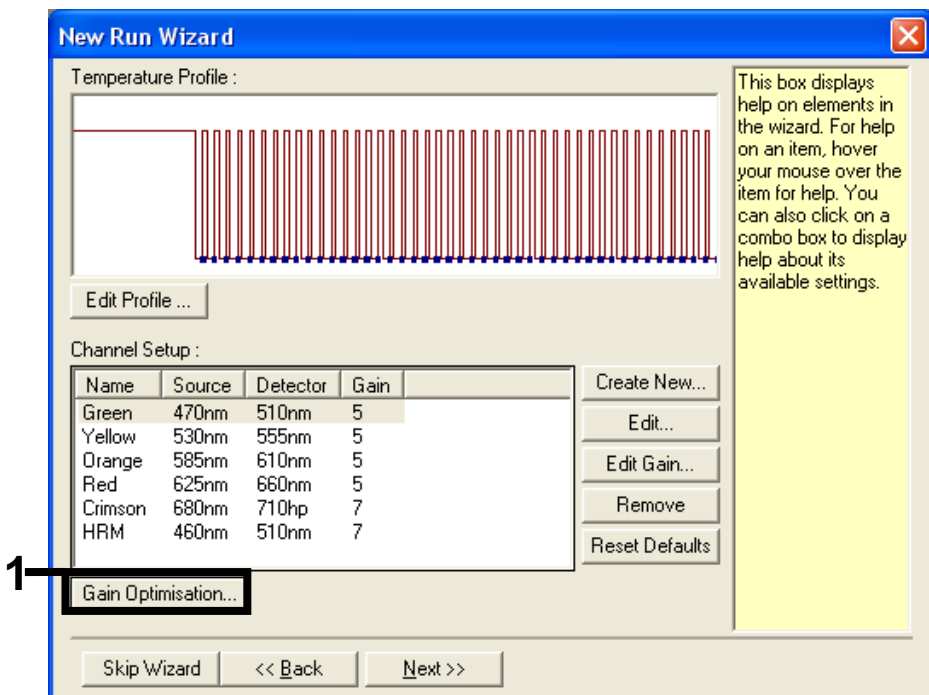

Figura 30. "Gain Optimisation" (Optimización de ganancia).
12. En la ventana siguiente, haga clic en Gain Optimisation (Optimización de ganancia) (figura 30).